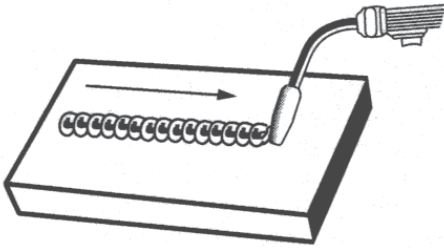

Figura 12. Cordón de refuerzo
1. CORDÓN DE REFUERZO (Figura 12) se hace desplazando la pistola en línea recta con el alambre y la boquilla centrados sobre la junta que se suelda. Este es el tipo más fácil de cordón.